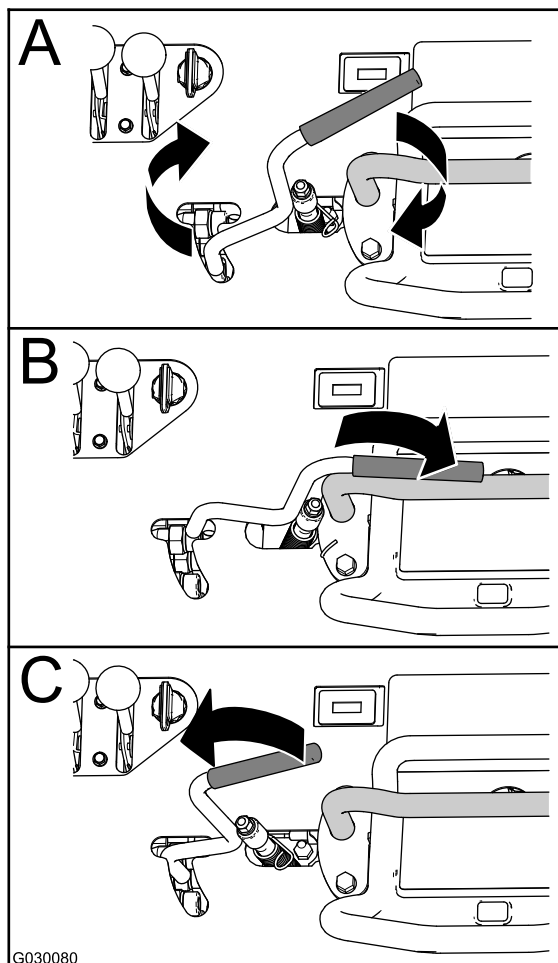

Figura 1
4. Ruotate il comando dello scavafoffi in senso orario (A di Figura 1).
5. Spostate la leva di comando dello scavafoffi completamente in avanti (B di Figura 1) e indietro (C di Figura 1), 4 o 5 volte.